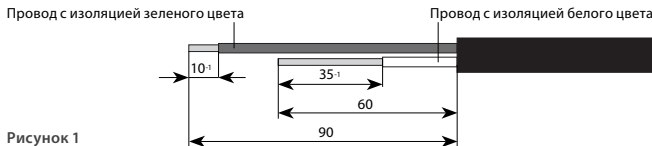

Рисунок 1
2.1.2. Укоротить провод с белой изоляцией на 30 мм. Снять изоляцию с провода белого цвета на 35 мм, с провода зеленого цвета – на 10 мм – см. рисунок 1.